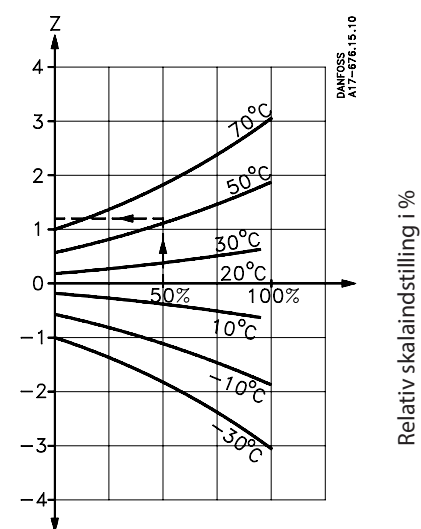

Fig.11c
Z findes ved hjælp af fig. 11c, mens a angiver korrektionsfaktoren i henhold til tabellen.
Faktor for skalaafvigelse (se fig. 11c): + 1.2 (Z)